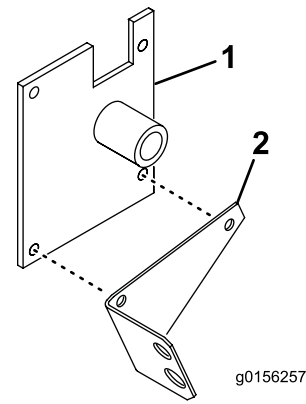

Figura 13
4. Sujete la parte superior del soporte de montaje de la tolva al lado derecho de la máquina con 2 pernos (3/8" x 1") y arandelas de freno de 3/8" (Figura 13). La muesca del soporte debe quedar sujeta al cierre del capó.
5. Sujete la parte inferior del soporte y el soporte del acoplamiento al bastidor con 2 pernos (3/8" x 1") y contratuercas (Figura 13).